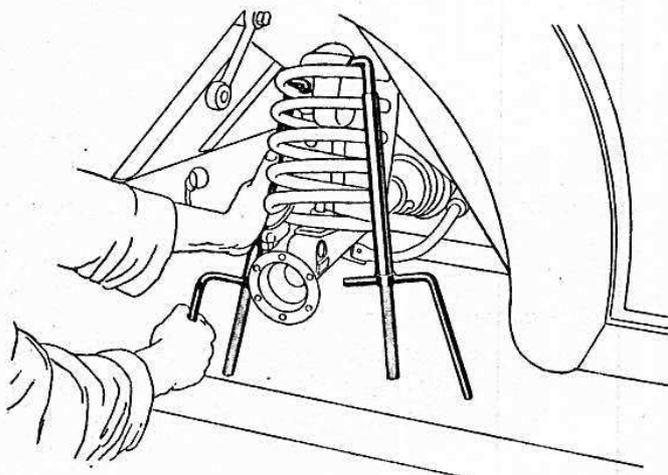

Bild 201
2. Hinterfederbefestigung (Teller Mutter) lösen, Hinterfeder mit Federspannern (Wst 1018) zusammenziehen (Bild 201), Feder ausbauen.